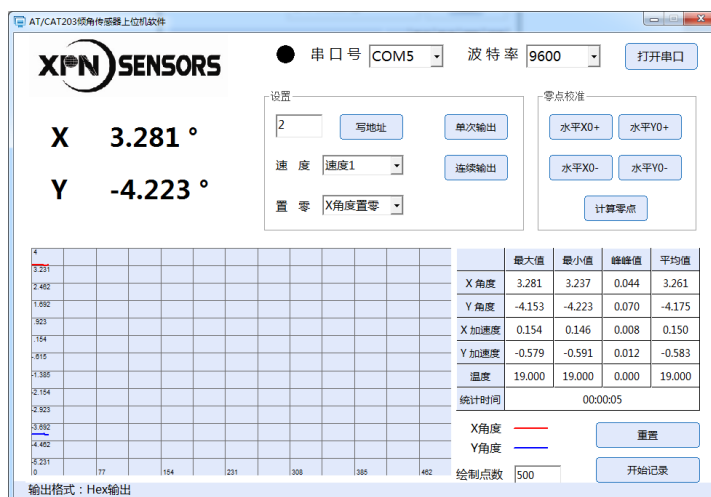

图 5-1-2
- (4) 选择正确的串口号和波特率值。
- (5) 点击“打开串口”按钮，成功后串口状态指示由黑色变为绿色，同时界面显示传感器输出的角度值，角度曲线，数据分析值等，界面如图 5-1-2。